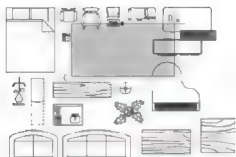

图 1.28 从左向右选为窗选
- (2) 启动【删除】命令, 查看命令行。
- (3) 在选择对象: 提示下, 从左下 C 点至右上 D 点拖动窗口, 如图 1.28 所示。“餐桌”含在窗口内, 将会被选中, “钢琴”和“沙发”等与窗口相交, 则不会被选中, 按 Enter 键后“餐桌”即被删除。
- (4) 按 Ctrl+Z 组合键执行【放弃】命令。